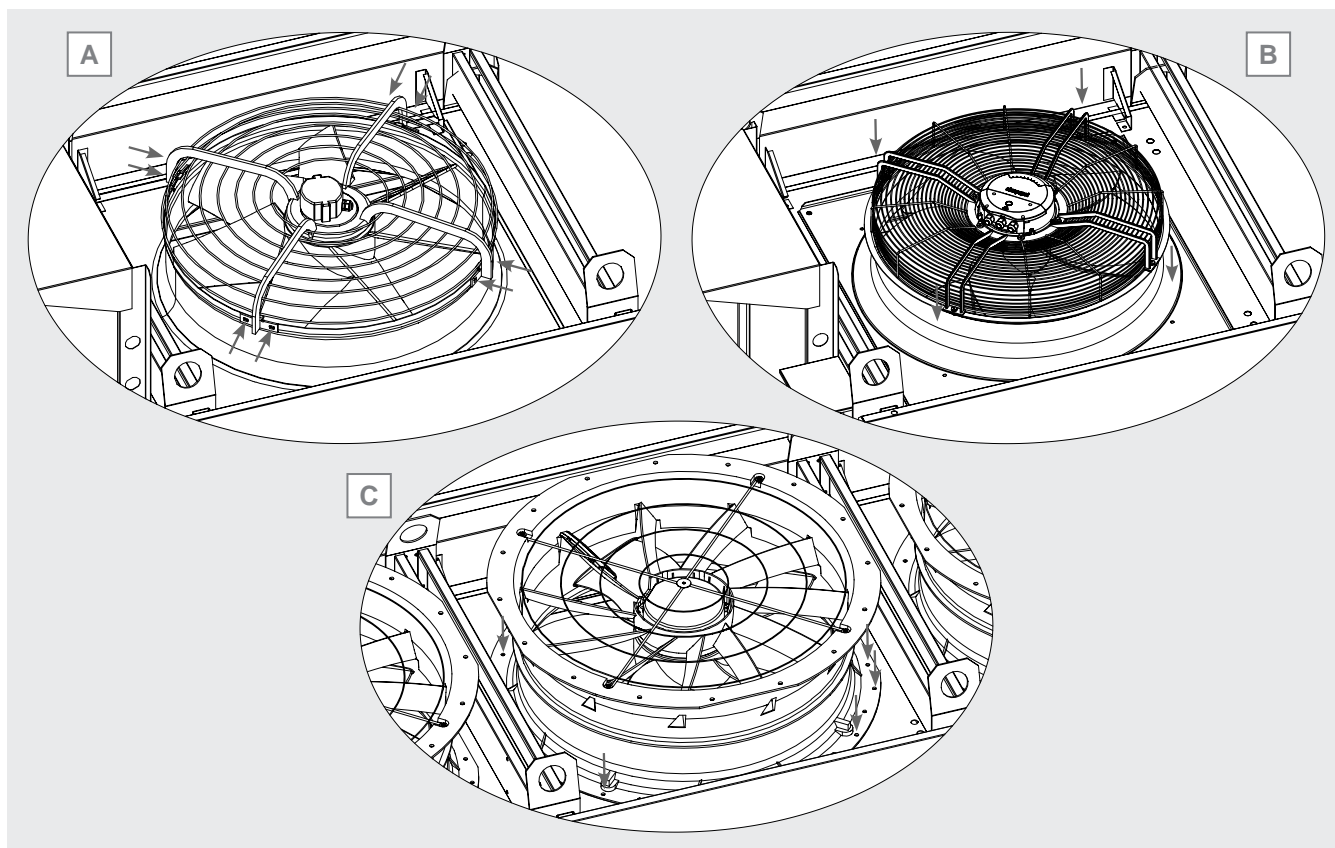

Figura 35
- motoventilador de fijación radial: la rejilla del motoventilador se fija a la cubierta del ventilador instalada en el modelo mediante tornillos de fijación radial. Véase la Figura 35 A.
- motoventilador de fijación planar: la rejilla del ventilador se fija a la boquilla instalada en el modelo mediante tornillos fijados verticalmente en una brida. Véase la Figura 35 B.
- motoventilador con cubierta del ventilador integrada: el motoventilador está integrado en una cubierta del ventilador que se fija directamente en el transportador del modelo. Véase la Figura 35 C.
- Ventilador radial y planar: Localice los tornillos que fijan la rejilla del ventilador a la cubierta del ventilador y retírelos completamente. Guárdelos en un lugar adecuado. Véase la Figura 35 A y B.
- Ventilador con cubierta del ventilador integrada: Localice los tornillos que fijan la tobera al cono de entrada y retírelos completamente. Guárdelos en un lugar adecuado. Ver la Figura 35 C.